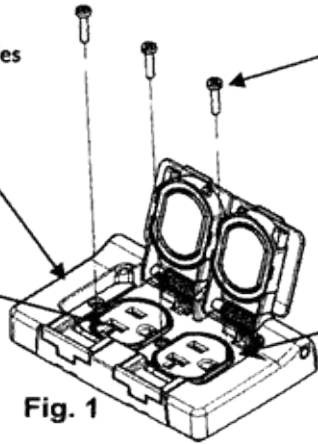

Fig. 1
- Secure the weatherproof cover with provided screws, torque to 10-12 lb • in [1.1-1.4 N • m] (Fig. 1)
- Fixer le couvercle résistant aux intempéries avec les vis fournies, serrer à un couple de 1,1-1,4 N•m [10-12 lb•po] (Fig. 1).
- Asegure la cubierta impermeable con los tornillos proporcionados, apriete a 10-12 Lb • in [1.1-1.4 N • m] (Fig. 1)